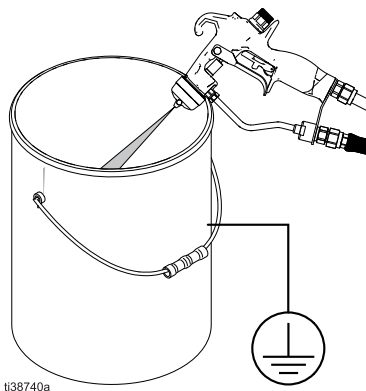

图 11: 释放喷枪压力
5. 将喷枪的金属部分紧紧靠在接地的金属料桶上。扣动喷枪扳机以释放压力。参见图 11。